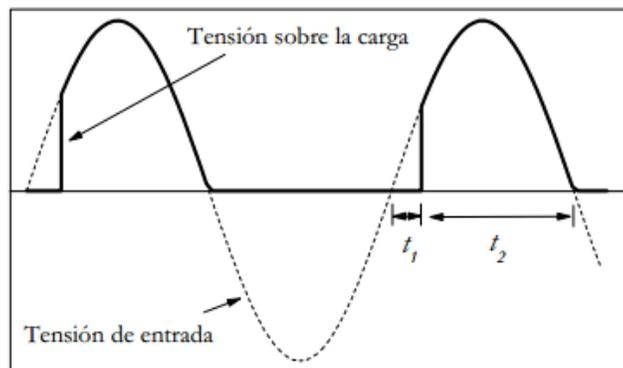

Figura 3
2.7. Calcular los ángulos de disparo y conducción para distintos valores del preset. Registrar los valores en la tabla. Utilizar como referencia la Figura 3 y emplear las siguientes ecuaciones.